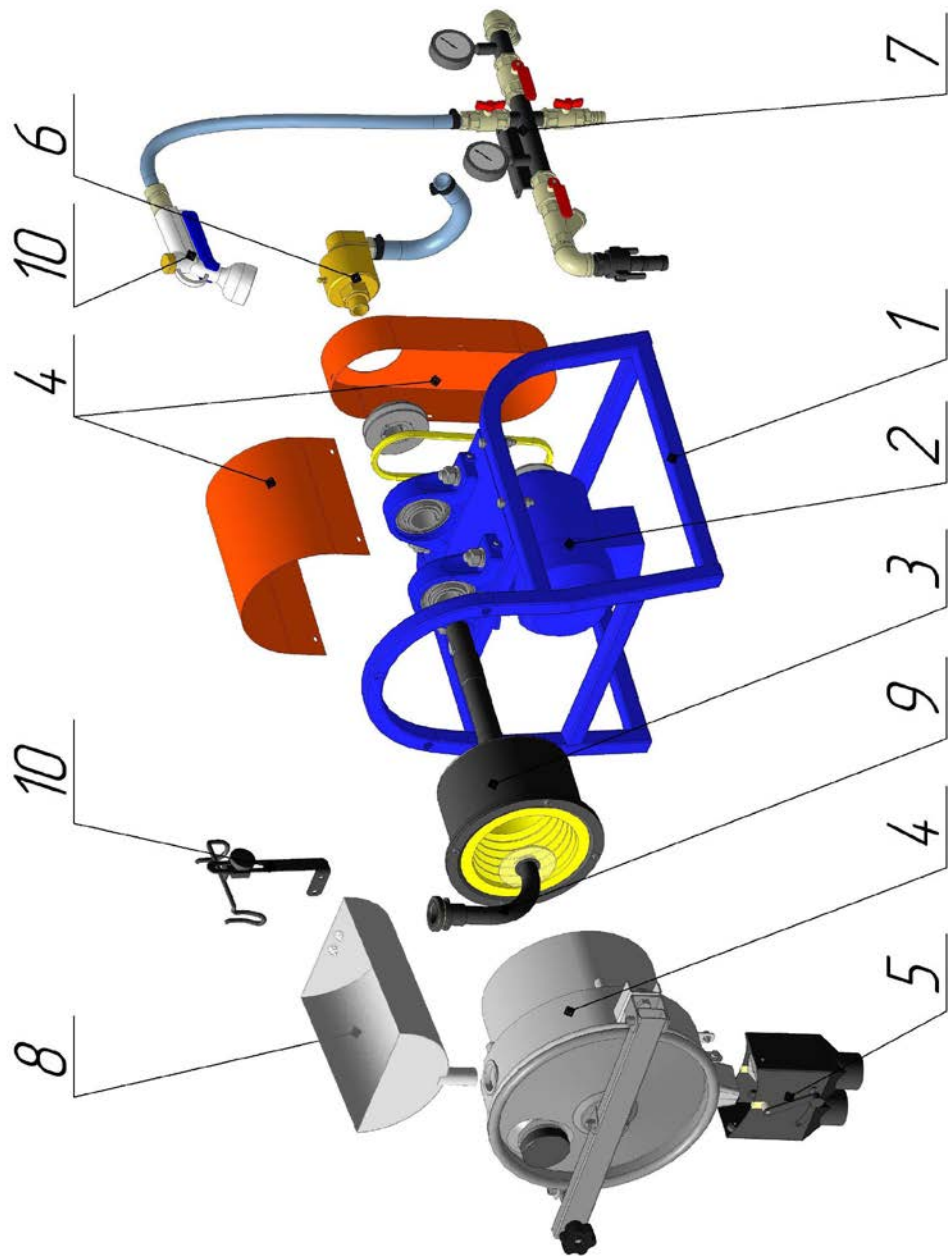

Рисунок 1. Концентратор ИТОМАК-КГ-0,3
1.1.4.3 Концентратор состоит из следующих основных узлов (рис.1): рамы (1), электропривода (2), ротора (3), кожухов (4), узла слива (5), устройства ввода воды (6), водяного коллектора (7), воронки (8), питателя (9) и устройства орошения (10). В комплект поставки также входит шкаф управления с комплектом кабелей для электрического монтажа.
2.2.3.2 Убедиться в наличии и надежном креплении защитных кожухов (4, рис. 1) на приводе ротора. **ВНИМАНИЕ: ЭКСПЛУАТАЦИЯ КОНЦЕНТРАТОРА БЕЗ ЗАЩИТНЫХ КОЖУХОВ И ОТКРЫТОЙ ДВЕРЦЕ ЛЮКА ЗАПРЕЩАЕТСЯ!**